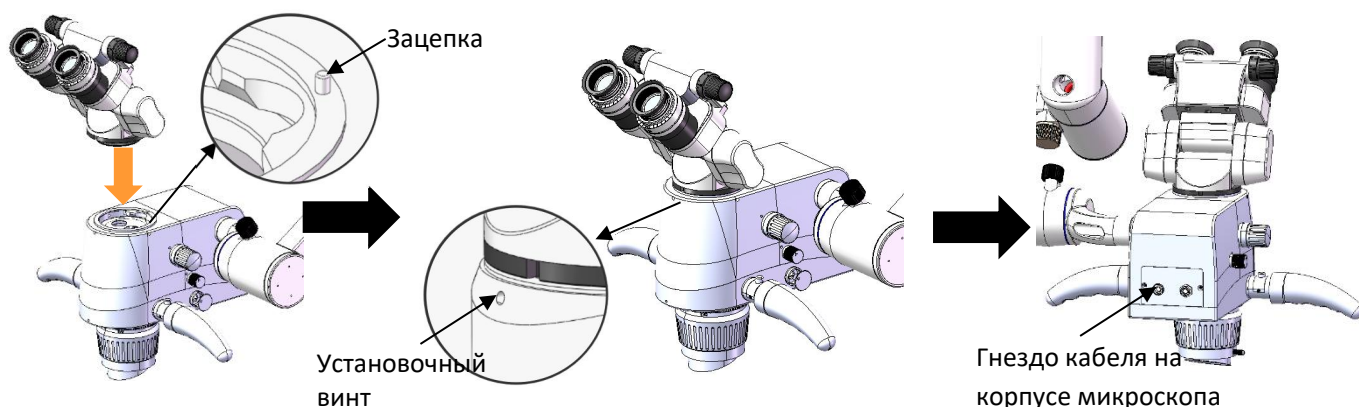

Рис. 11.3.2 Установка тубуса
2) Достаньте бинокулярный тубус, ослабьте винт [31] вверху корпуса объектива и снимите пылезащитную крышку. Знак ⚠ указывает положение установочного винта. Вставьте тубус в корпус микроскопа, как показано на рис. 11.3.2. Позиционный паз на нижней поверхности цилиндра окуляра должен совпасть с зацепкой на корпусе микроскопа, поверхность установки должна быть ровной. Затем с помощью шестигранного ключа № 2 затяните установочный винт вверху корпуса микроскопа. Наконеч вставьте штекер кабеля на поперечном рычаге в гнездо сзади корпуса микроскопа.